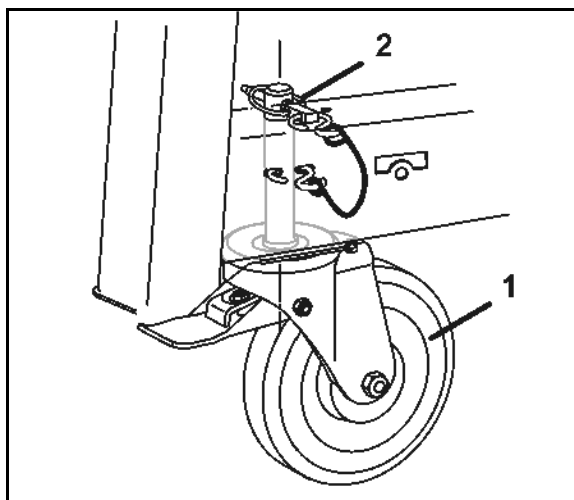

图 43
2. 借助固定螺栓 (图 43/2) 安装出口槽 (图 43/1)。